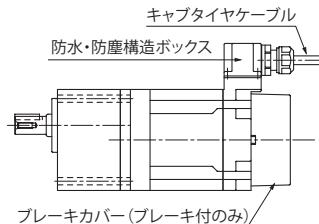

図 6-1
- **40 ~ 90W 防水形モータの場合**、防水・防塵構造ボックス(図 6-1 参照)のフタは絶対にあけないでください。防水・防塵効果が失われ、感電、損傷、火災のおそれがあります。